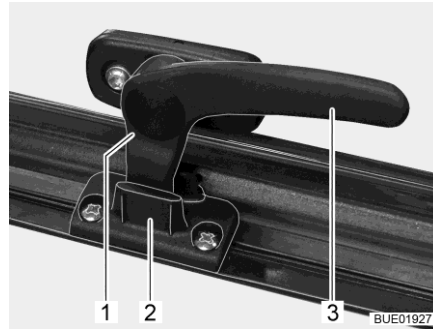

Bild 21 Låsarm i läget "kontinuerlig vädring"
- I läget "kontinuerlig vädring" (Bild 21)
- Sväng låsarman (Bild 21,3) ett kvarts varv mot fönstrets mitt.
- Sväng låsarman ett kvarts varv mot fönsterkarmen. Därvid måste låsspaken (Bild 21,1) föras in i spåret på fönsterlåset (Bild 21,2).